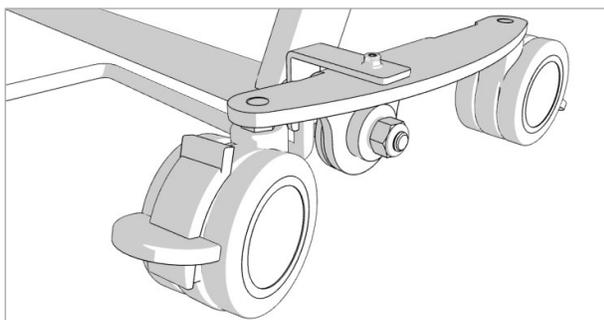

Figure 13.2
2. Pour desserrer le frein, appuyer sur ou donner un coup de pied dans la partie supérieure du levier de frein tel qu'indiqué sur la Figure 13.2 jusqu'à ce que le levier se désenclenche.